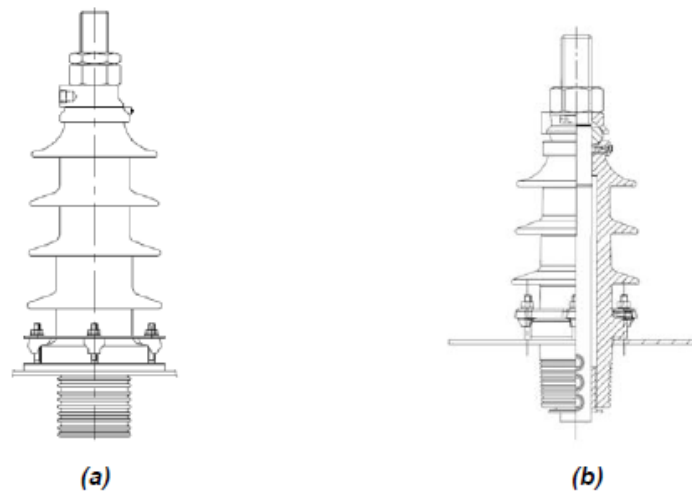

Figura 36 - a) Exemplo de bucha sólida DIN - fabricação WEG; b) Exemplo de bucha sólida DIN - fabricação COMEM
Buchas de média e alta tensão, classes de tensão de 15, 24,2 e 36,2 kV e correntes nominais de 250, 630, 1.000, 2.000 e 3.150A, fabricadas pela WEG conforme a **Figura 36 a)**.
- * Podem ser fornecidas, quando forem solicitadas, tensão corrente ou características especiais diferentes do padrão de fabricação da WEG. Ver **Figura 36 b)**.